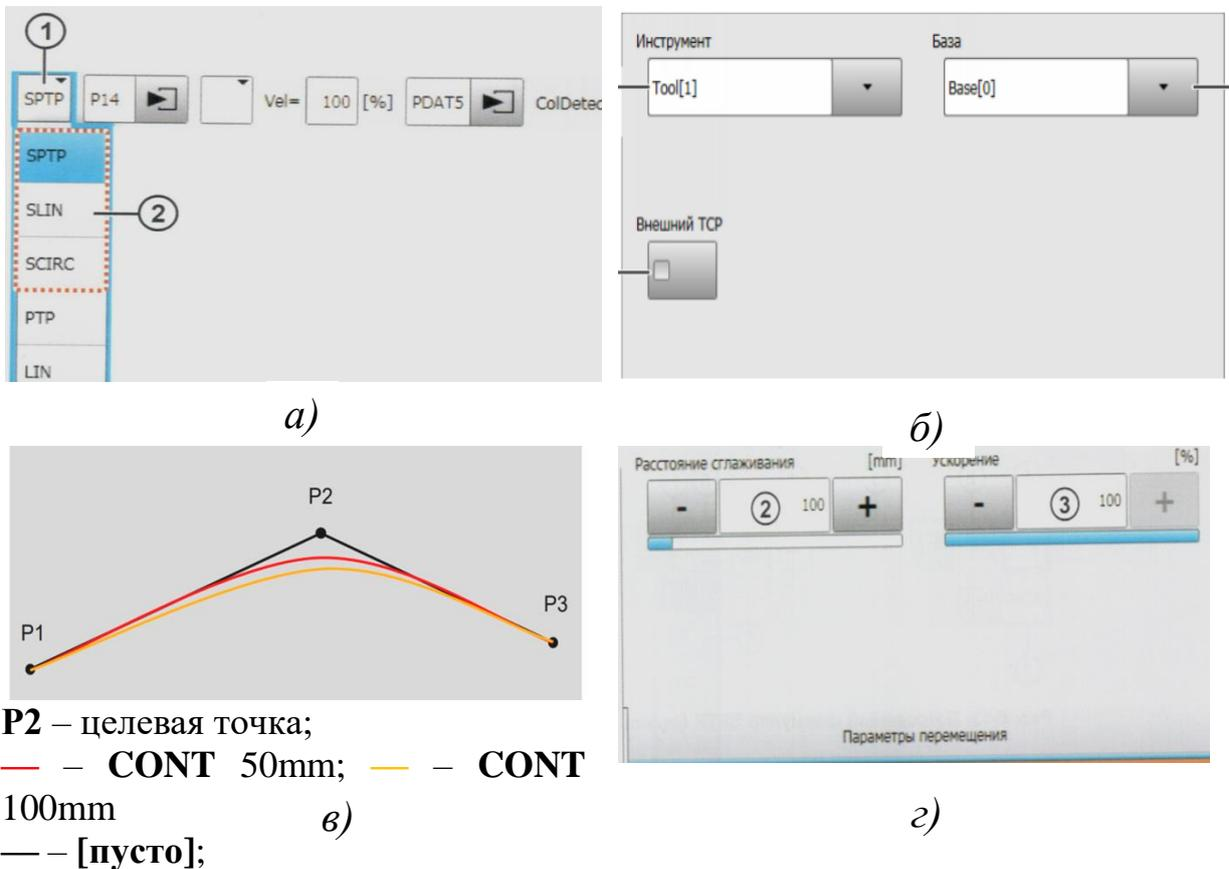

Рис. 3.7 Параметры формуляров SPTP и SLIN
Какие поля необходимо заполнить или скорректировать показано в табл. 3.3. На начальном этапе заполнения полей формуляра имеется возможность изменить вид перемещения (1) из всплывшего меню (2) (рис. 3.7, а).
2	Имя и номер целевой точки (задаётся автоматически, может быть перезаписано). Касание символа стрелки позволяет выбрать откалиброванные системы координат (фреймы) инструмента и базы (рис. 3.7, б).
3	CONT сглаживание целевой точки [пусто] – точный подвод в целевую точку (рис. 3.7, в).
5	Имя записи данных перемещения (задаётся автоматически, может быть перезаписано). Касание символа стрелки позволяет выбрать эти данные (рис. 3.7, з).
На начальном этапе заполнения полей формуляра имеется возможность изменить вид перемещения (1) из всплывшего меню (2) (рис. 3.7, а). Остальные поля описаны в табл. 3.4.
3	Имя и номер целевой точки (задаётся автоматически, может быть перезаписано). Касание символа стрелки позволяет выбрать откалиброванные системы координат (фреймы) инструмента и базы (рис. 3.7, б).
4	CONT сглаживание целевой точки [пусто] – точный подвод в целевую точку (рис. 3.7, в).
6	Имя записи данных перемещения (задаётся автоматически, может быть перезаписано). Касание символа стрелки позволяет выбрать эти данные (рис. 3.7, г).